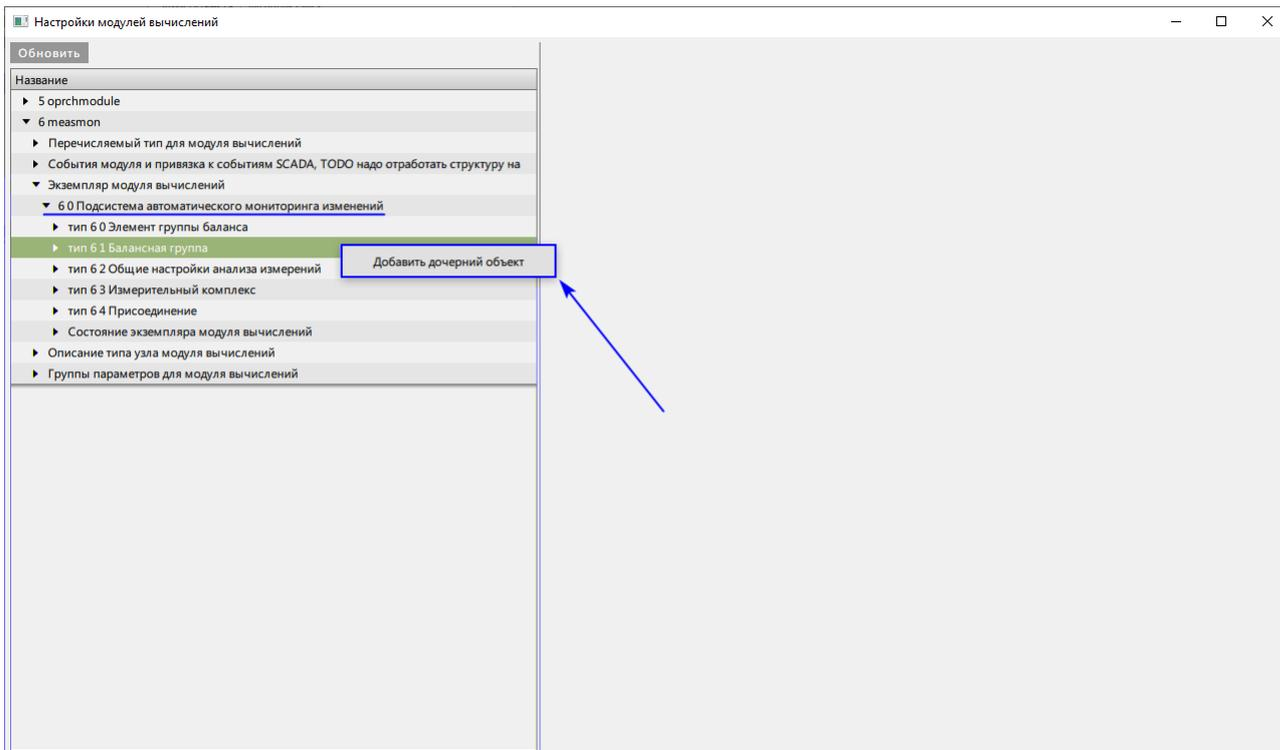

Рисунок 444 - Добавить дочерний объект
5. В узле экземпляра модуля вычислений нажмите по тип 6 1 Балансная группа и выберите **Добавить дочерний объект** (Рисунок 444).